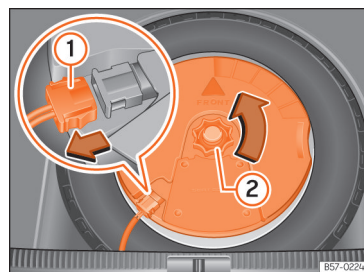

Abb. 238 Im Gepäckraum: Subwoofer ausbauen.
- Ziehen Sie das Subwoofer-Lautsprecherkabel heraus »» (Abb. 238) ①.
- Drehen Sie das Befestigungshandrad entgegen dem Uhrzeigersinn heraus »» (Abb. 238) ②.